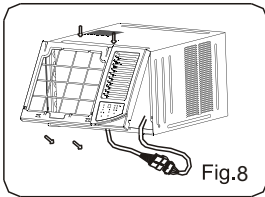

Fig.8
1. 安裝面框，連接顯示接頭，檢查安裝面框時是否影響到溫度傳感器的使用。(見 Fig.8).